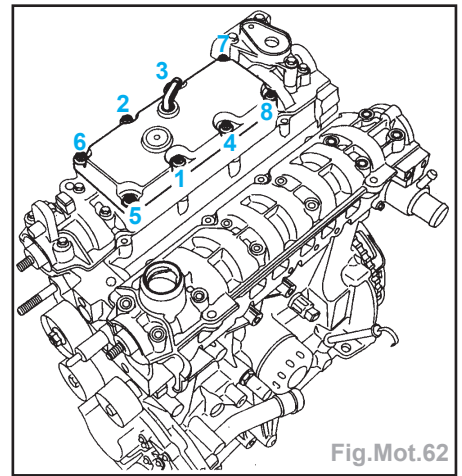

Fig.Mot.62
- Serrer le décanteur d'huile au couple de 1,3 daN.m dans l'ordre préconisé (Fig. Mot.62).